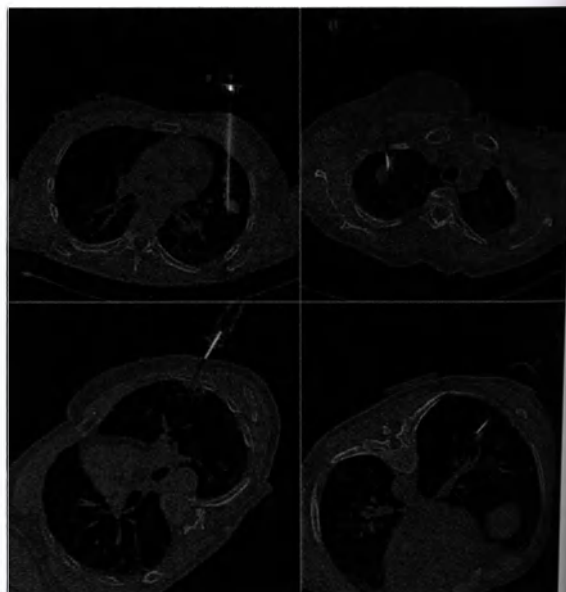

Figura 3.8: Possibili posizionamenti del paziente sul lettino TC.
2. Inserimento dell'ago lateralmente al Lateral Needle Tool (Figura 3.7). Un "click" dà conferma del corretto inserimento dell'adattatore (Figura 3.8).
In linea di massima il decubito del paziente sul lettino deve garantire una traiettoria non eccessivamente lunga ed inclinata dell'ago di intervento, nel percorso verso la sospetta lesione (Figura 3.8).